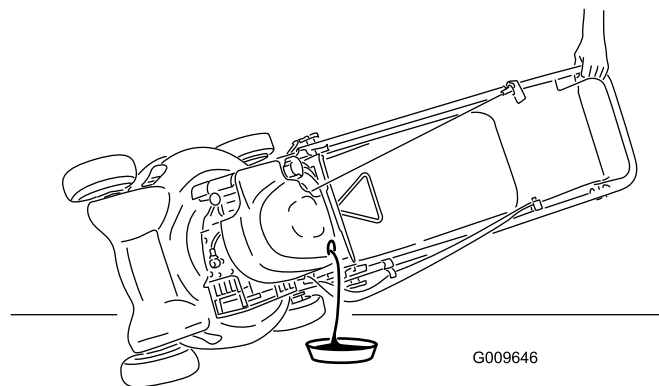

Figure 23
3. Inclinez la tondeuse sur le côté (jauge en bas) pour vidanger l'huile usagée par le goulot de remplissage (Figure 23).